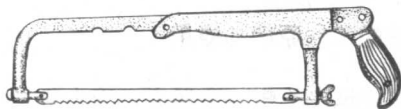

图 1-2-5 手钢锯
2. 手钢锯 (图 1-2-5): 手钢锯常用来锯割小型金属板和电路板。钢锯架有固定式和活动式两种。固定式只能装配 300mm 长的钢锯条, 而活动式的钢锯架可以在 200mm ~ 300mm 范围内调节。